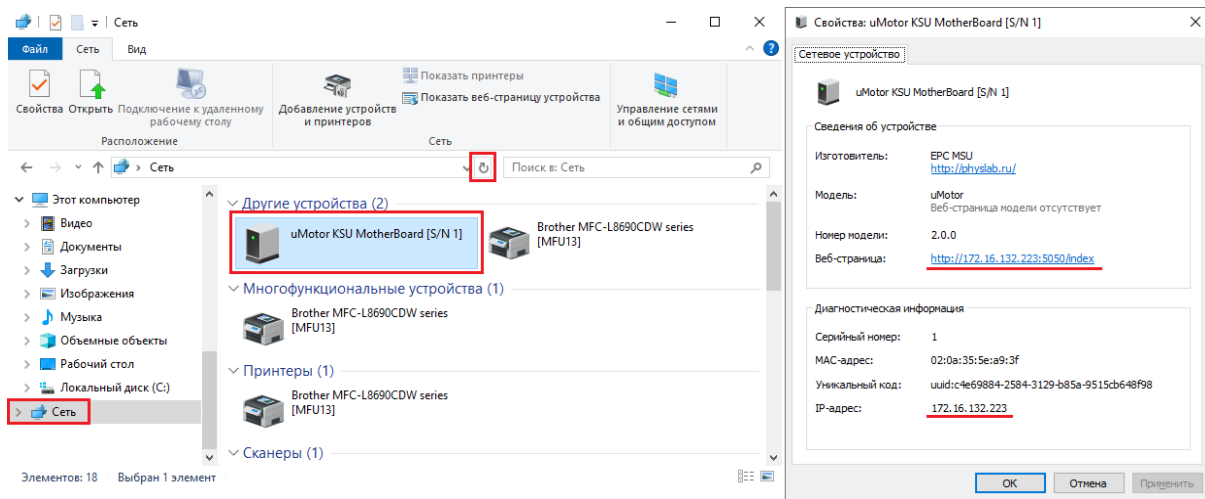

Рисунок 1.1. Отображение контроллера в сетевом окружении Windows.
- С помощью нажатия правой кнопки мыши на иконку найденного устройства можно открыть контекстное меню, через которое можно также открыть веб-интерфейс, или посмотреть свойства устройства (см. правую часть рис. 1.1).